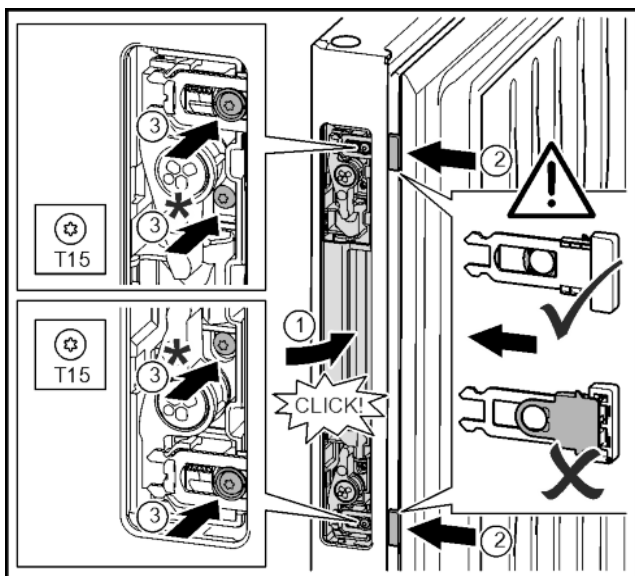

Fig. 22
- ▶ Вспомогательный механизм открывания двери вставить в отверстие с противоположной стороны и зафиксировать. Fig. 22 (1)
- ▶ По выемкам сдвинуть защелку механизма открывания двери до момента фиксации. Fig. 22 (2)
- ▶ Закрутить винты вместе с пластмассовыми выступами отверткой T15. Fig. 22 (3)